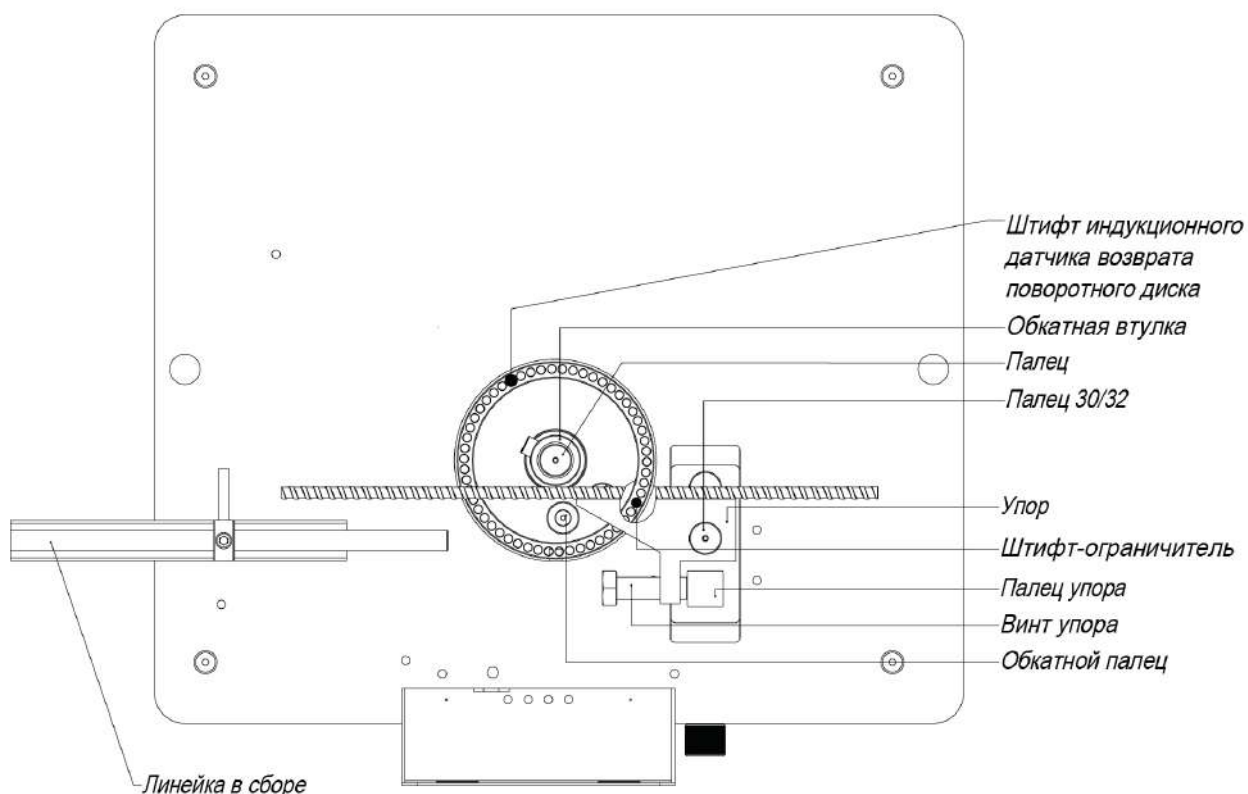

Рис. 6: Схема расположения гибочных приспособлений
- Вставьте штифт концевого выключателя в отверстие для штифта на поворотном диске, находящееся в указанном диапазоне (уголгиба арматуры варьируется от 30° до 240° (Рис. 6а)), во избежание травм и поломок станка.
- Установите все необходимые приспособления, как изображено на рис. 6.
- Установите на поворотный диск пальцы нужного диаметра, при необходимости установите обкатные втулки. Периферийный палец необходимо установить в отверстие, указанное на рис. 6. Для установки пальца в соседнее отверстие, в случае необходимости (износа данного отверстия), нужно отрегулировать положение пластины датчика останова.
- Установите штифт индукционного датчика возврата в одно из отверстий на диске (в допустимом диапазоне (рис. 6а)).
- Установите упор в упорную рейку. Упор необходимо зафиксировать при помощи пальца упора и регулировочного винта (рис. 6).
Рис. 6а: Схема установки штифта индукционного датчика возврата
- Как только штифт датчика возврата достигнет датчика возврата, что будет соответствовать требуемому углу изгиба, диск начнёт вращаться в обратном направлении, пока не займёт начальное положение. При необходимости корректировки угла переставьте штифт (в указанном диапазоне (рис. 6а)).